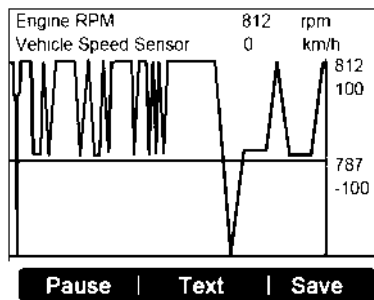

Рисунок 5-12
- Если внизу окна отображается кнопка **Graphics [График]** при выборе ПИД-регулятора, данные могут быть представлены в виде графика. Нажмите кнопку **Graphics [График]**, чтобы ознакомиться с графиком. См. рисунок 5-12. На экране отображается название ПИД-регулятора, текущее значение, а также максимальное и минимальное значения.